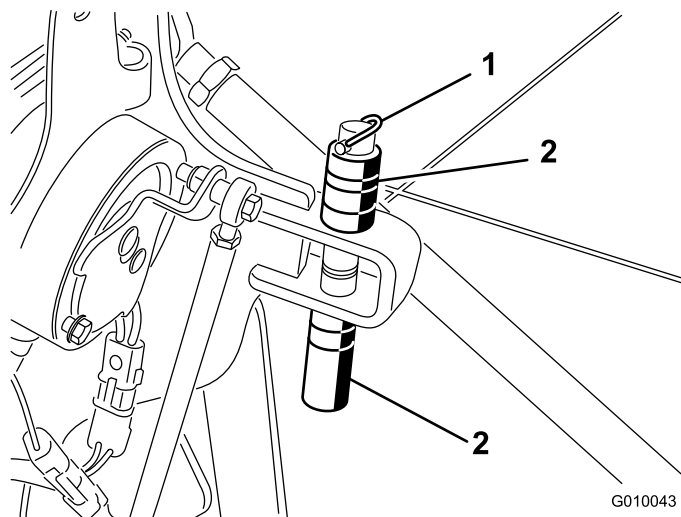

図 28
1. スペーサと深さピンを止めているリンチピンを外す (図 28)。